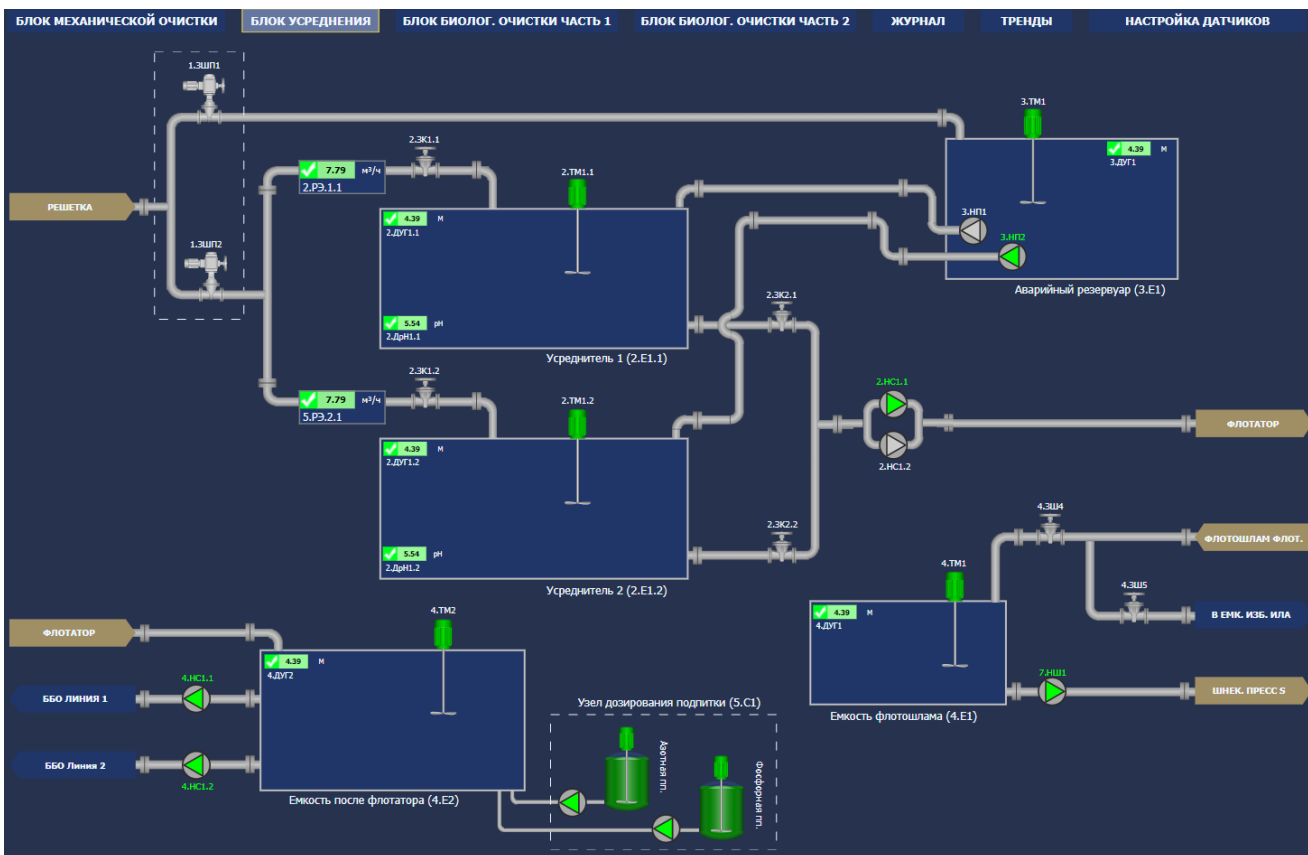

Рисунок 6 – Мнемосхема БЛОКА УСРЕДНЕНИЯ
- БЛОК УСРЕДНЕНИЯ (см. рисунок 6);